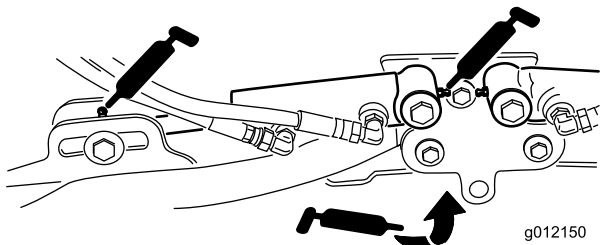

Figure 43
- Vérins des bras de relevage des plateaux de coupe (x 2) (Figure 43)
- Pivots des bras de relevage (x 1) (Figure 43)